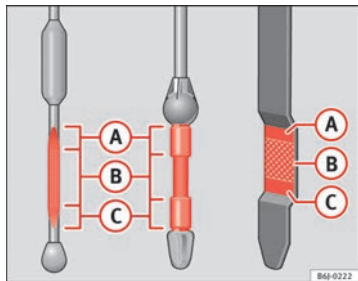

Fig. 166 Jauge d'huile moteur
- Puis retirez-la à nouveau et vérifiez le niveau d'huile ⇒ fig. 166. Faites l'appoint d'huile moteur si nécessaire.